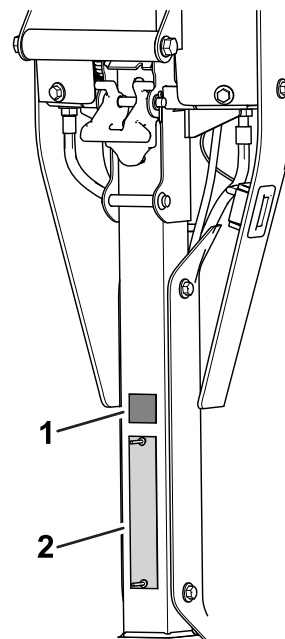

Figura 6
- Ponete l'adesivo CE/UKCA sopra alla piastra del numero di serie (Figura 6).